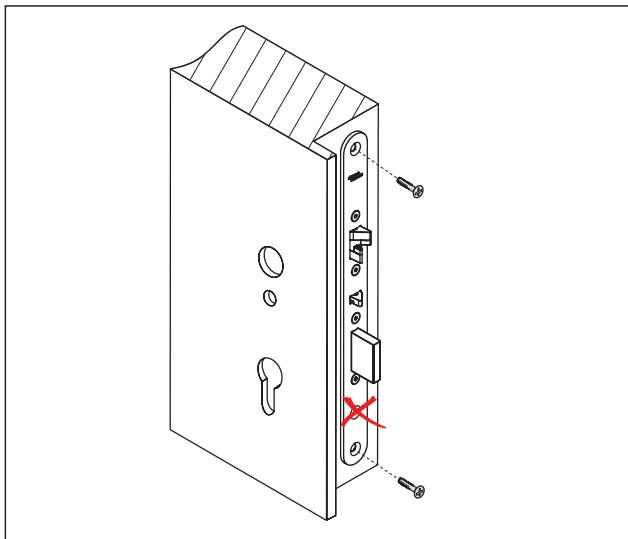

Fig. 13 Visser la serrure
5. Visser la serrure (Fig. 13).